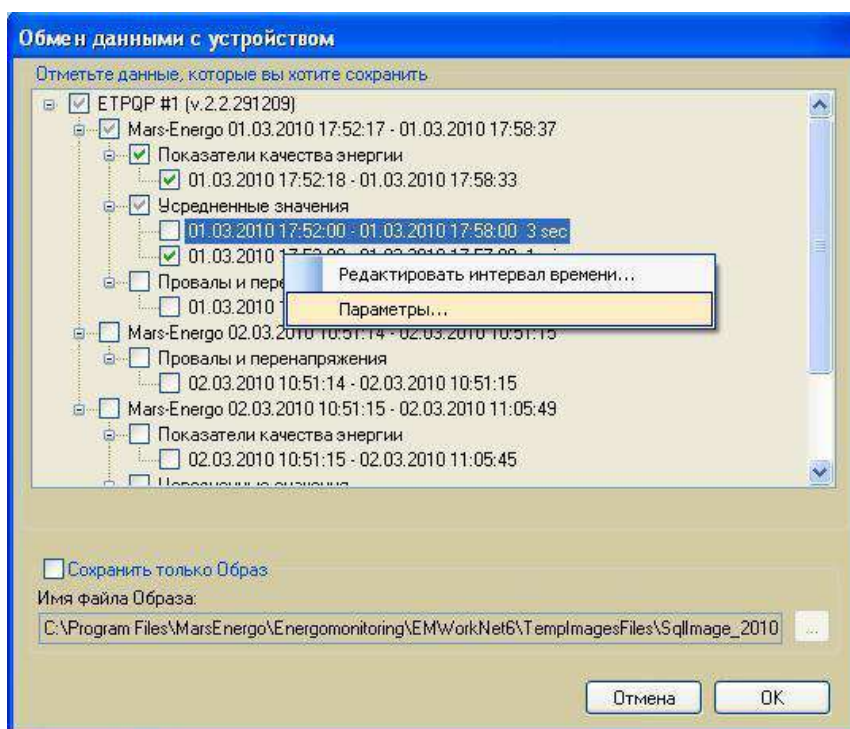

Рис. 19
**Для приборов ЭМ-3.2, ЭМ-3.1КМ, ЭТ ПКЭ и ЭТ ПКЭ-А** в этом окне можно задавать параметры считывания провалов и перенапряжений и усредненных значений. Для этого на выбранном архиве необходимо кликнуть правой кнопкой мыши и в открывшемся контекстном меню выбрать необходимое действие (рис. 19): для усредненных значений — редактирование временных интервалов и выбор параметров для считывания, для провалов и перенапряжений — только редактирование временных интервалов.